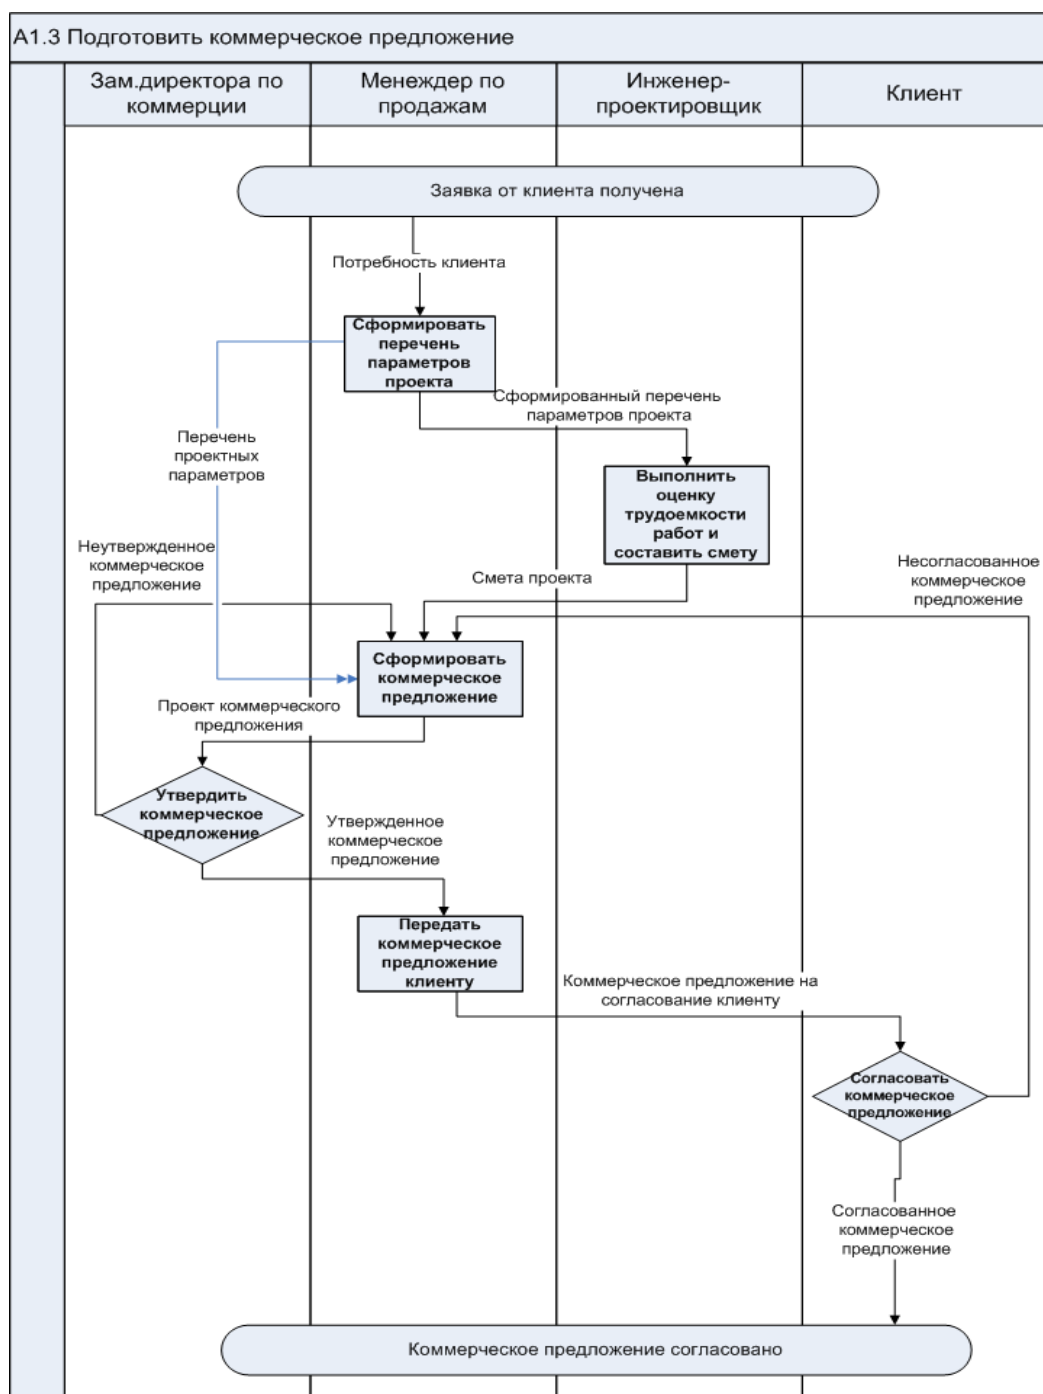

Рисунок 32 – Диаграмма процесса A1.3 «Подготовить коммерческое предложение» в нотации *Процедура*
12. По аналогии с пунктом 10 добавьте на страницу диаграммы блоки остальных действий процедуры *Подготовить коммерческое предложение*, разместив их в соответствующих дорожках (рисунок 32):